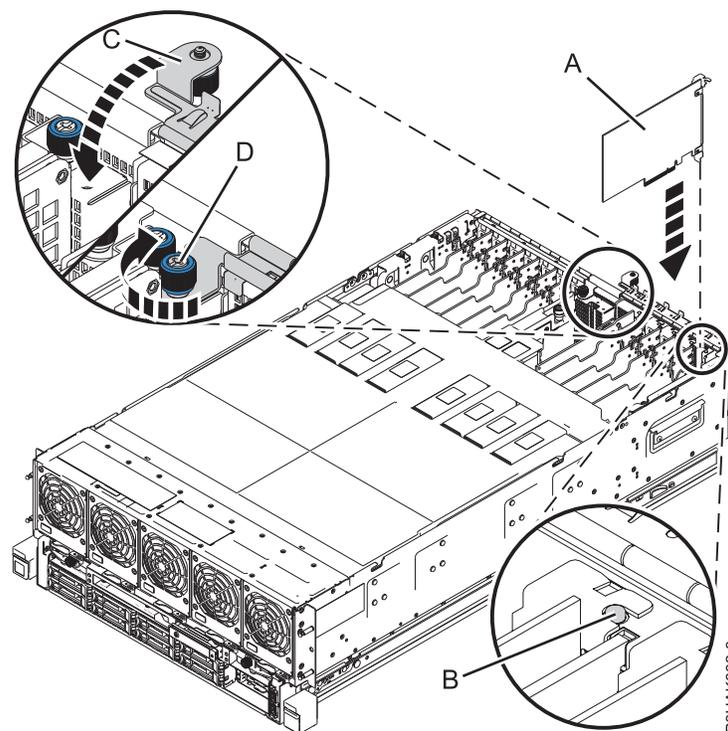

Figura 28. Instalación o sustitución de un adaptador PCIe en el sistema 8408-44E o 8408-E8E
7. Sujete con cuidado el adaptador por el borde superior o la contrapunta, y alinéelo con la ranura y con el conector de la placa del sistema (A), como se muestra en la Figura 28.
9. Asegúrese de que la muesca de la contrapunta encaje con la patilla en el chasis del sistema. Consulte (B) en Figura 28.
10. Cierre la pieza de sujeción de retención de E/S (C) haciéndola girar y, a continuación, apriete el tornillo cautivo (D) hasta que quede bien atornillado en el chasis del sistema. Consulte la Figura 28.